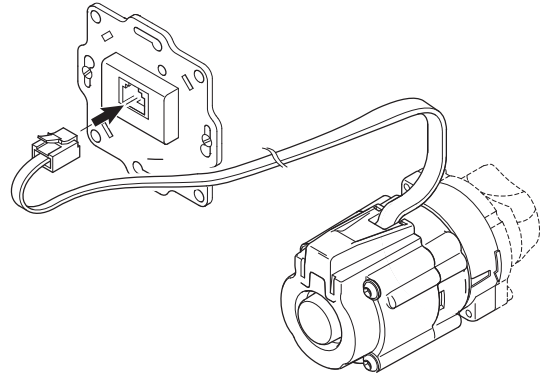

Fig.16-7: Anschluss Geniax Pump an Geniax Pump Tronic
- Das an der Pumpe vorhandene, vorkonfektionierte Kabel mit Stecker in den Anschluss der Geniax Pump Tronic einstecken (siehe Fig. 16-7). Damit ist die Funktionseinheit „Dezentrale Pumpe“ komplettiert und fertig vorbereitet für die Inbetriebnahme